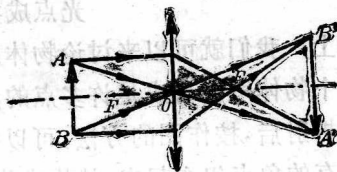

图 15-20
(2) 当 $f < u < 2f$ 时，象与物体分别在凸透镜的两侧，象是倒立的、放大的实象(图15-20)。